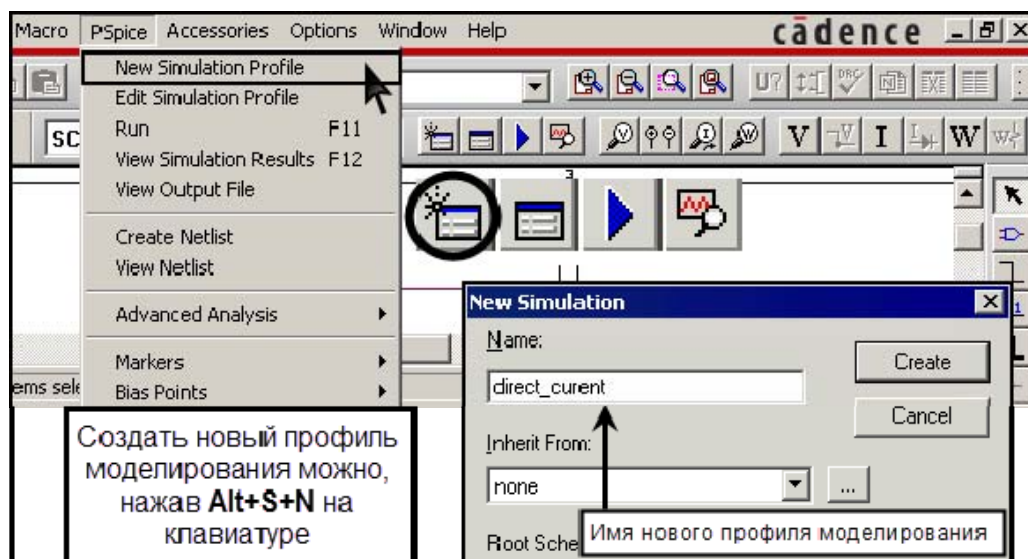

Рис. 2. Создание нового профиля моделирования
4. Создать профиль моделирования. Команда **PSpice>New Simulation Profile** (**Alt+S+N**) или щелчок соответствующего значка на панели инструментов (рис. 2). В открывшемся диалоговом окне в поле **Name** ввести имя нового профиля и щелкнуть **Create**. После этого автоматически откроется диалоговое окно настройки профиля моделирования **Simulation Settings** на закладке **Analysis** – выбор типа, и настройка анализа.